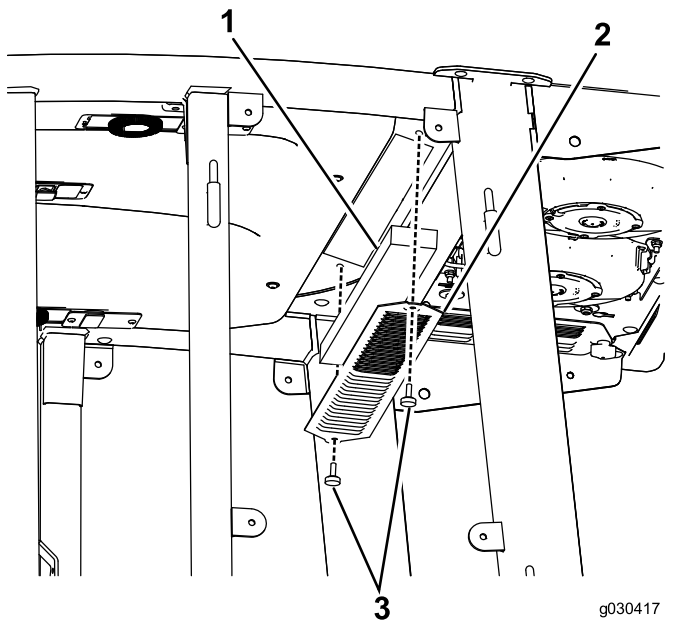
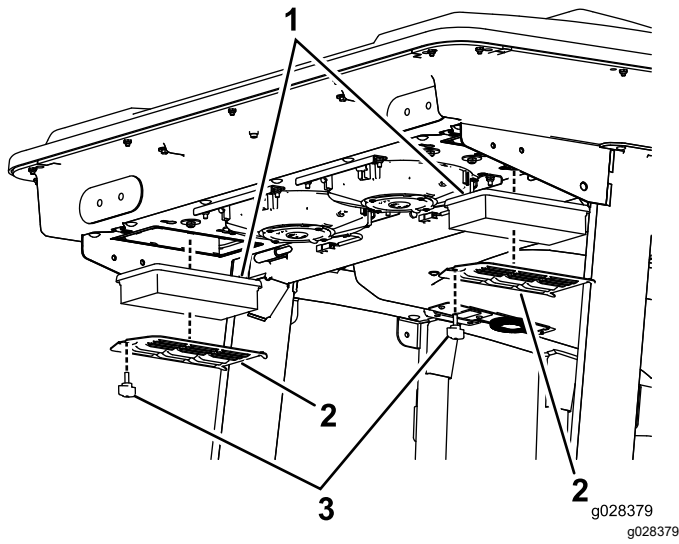
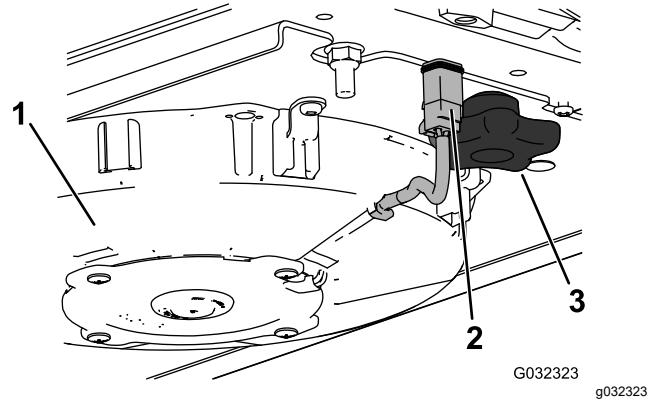

图 59
图 60
图 62
1. 拆下驾驶室内和驾驶室后空气滤清器的螺丝和格栅图 59和图 60。
2. 断开每个风扇的电线图 62。
3. 松开 2 个旋钮并拆下风扇总成图 62。
5. 拆下空气滤清器图 60。
7. 安装空气滤清器、滤网及风扇总成图 60、图 63 和图 62。
8. 连接每个风扇的电线图 62。